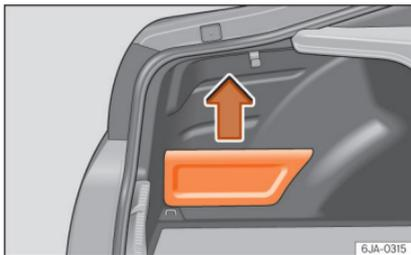

Abb. 159 Gepäckraum: Ablagefach
- Greifen Sie die Abdeckung an der Oberseite und ziehen Sie sie in Pfeilrichtung ab » **Abb. 159**.